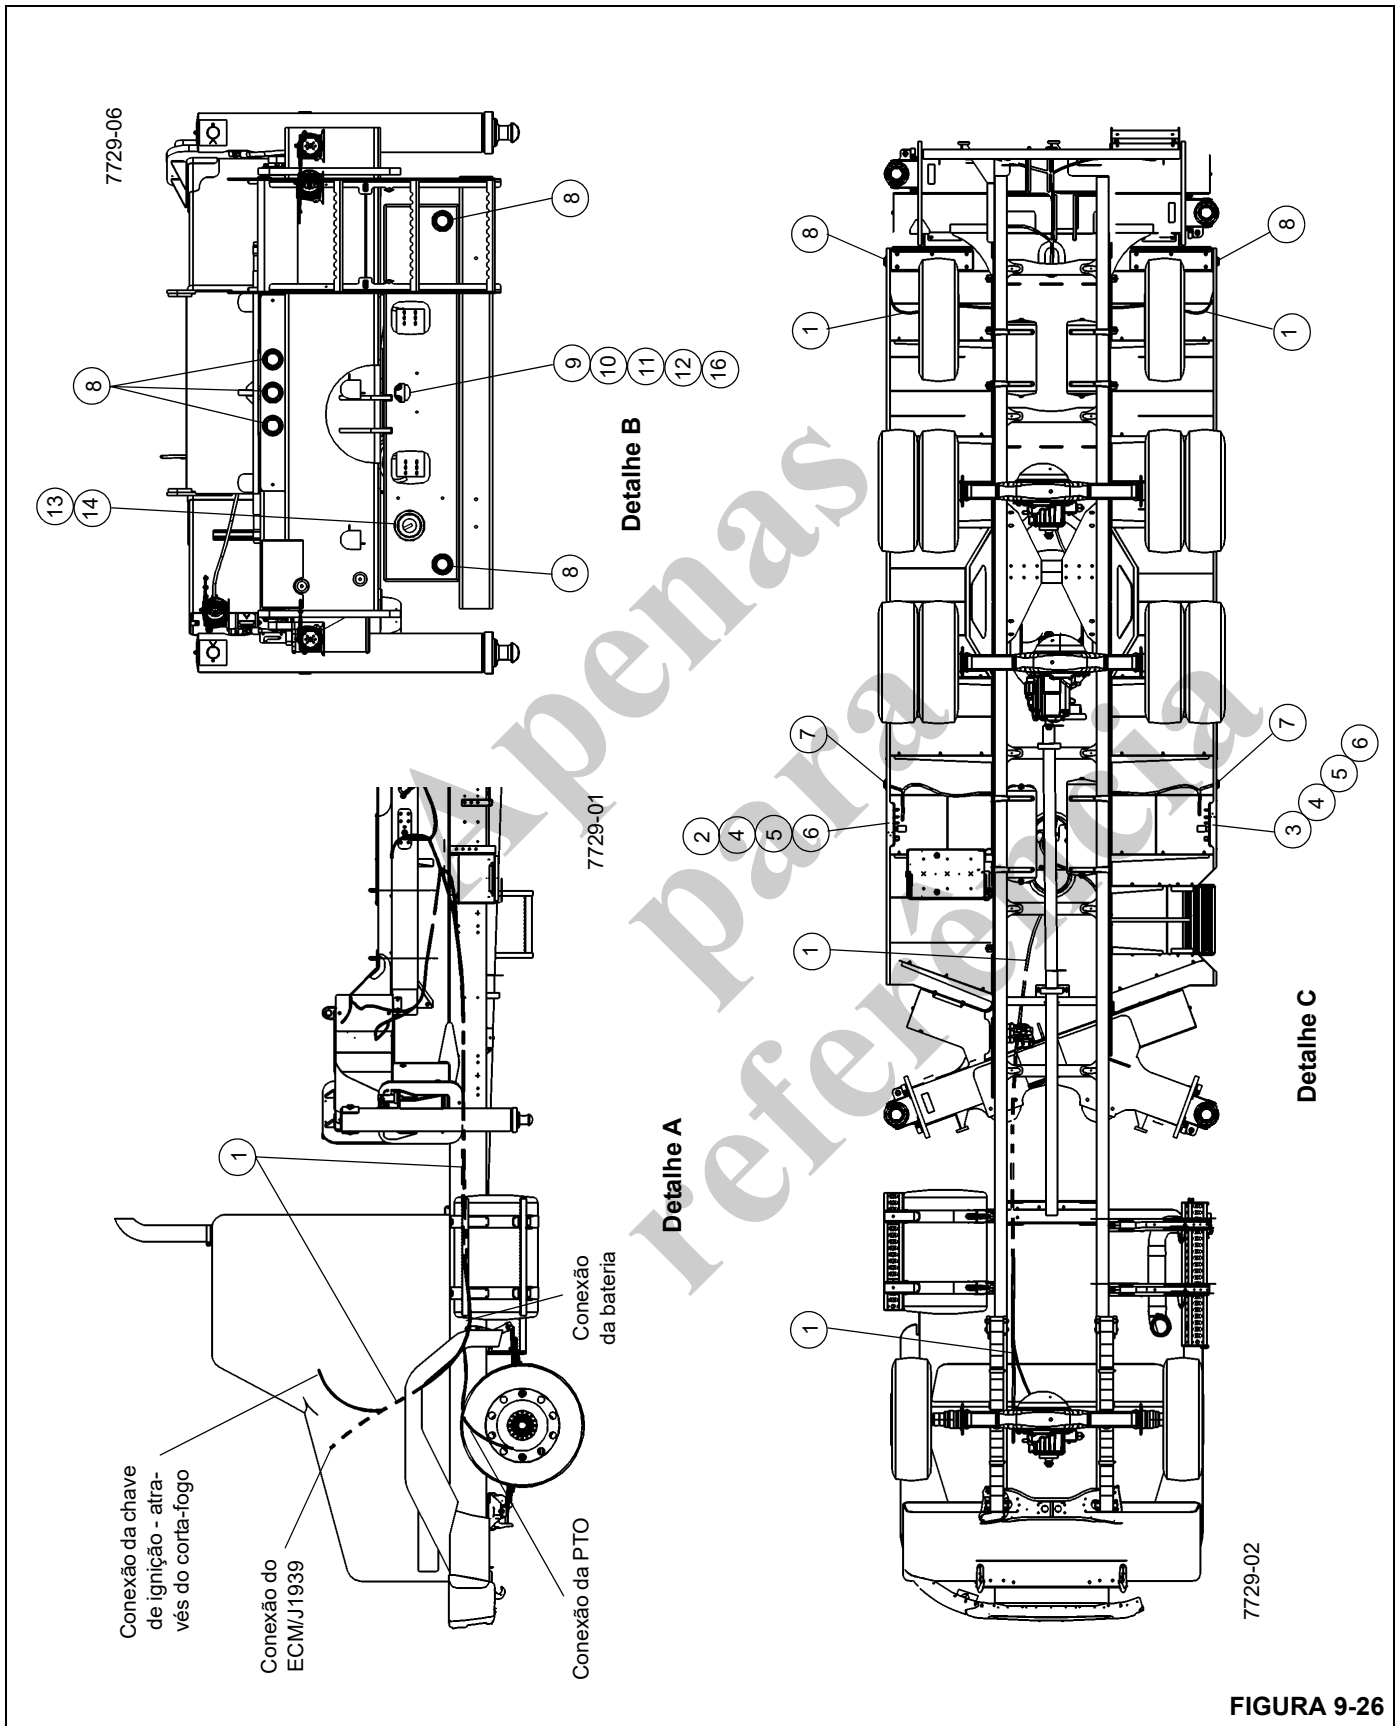

FIGURA 9-26
Faça as conexões elétricas entre o guindaste e o caminhão usando os procedimentos a seguir e as informações na Figura 9-26.
10. Faça as conexões de fios ao ECM do caminhão e ajuste as configurações do ECM do caminhão e EEPROM do guindaste usando as informações na tabela do motor aplicável na Figura 9-26.
11. Conecte o fio N° 7 e os três porta-fusíveis (um de 60 A e dois de 40 A) do chicote elétrico principal (1) no terminal positivo da bateria. Conecte os dois fios N° 51 do chicote elétrico principal (1) no terminal negativo da bateria (Detalhe D).
FIGURA 9-26 continuação